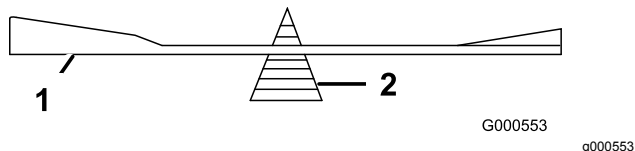

Bild 82
2. Prüfen Sie die Auswuchtung des Schnittmessers auf einer Ausgleichsmaschine (Bild 82).